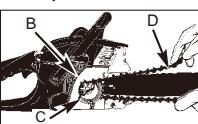

Рисунок 4B
звенья цепи встали между зубьями звездочки (рис. 4B).
- Вставьте ведущие звенья в канавку (D) и проведите их вокруг конца шины (рис. 4B).